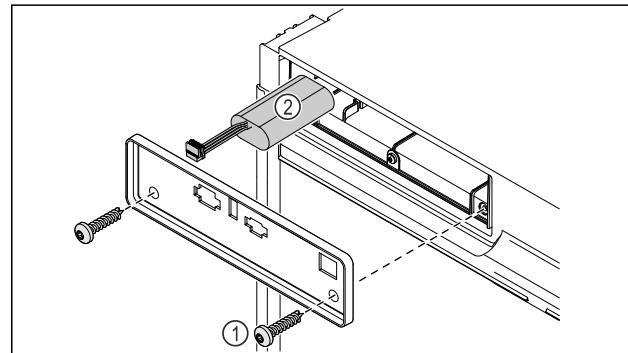

Fig. 192
- Desenroscar los tornillos y retirar la cubierta de la parte posterior del aparato Fig. 192 (1).
- Desconectar la batería y extraerla Fig. 192 (2).